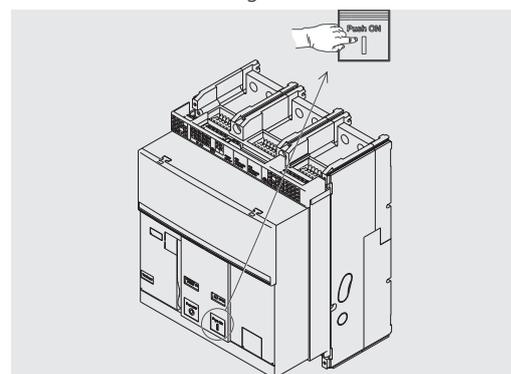

Figura 21
4. Cierre - Apretar el pulsador de cierre "I - Push ON" como se indica en Figura 21.